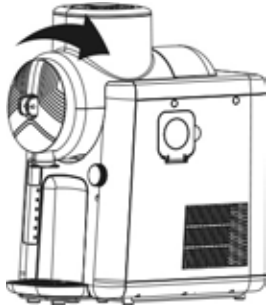

Afb. 1
8. Schuif de lekbak onderaan in het apparaat (fig. 1).